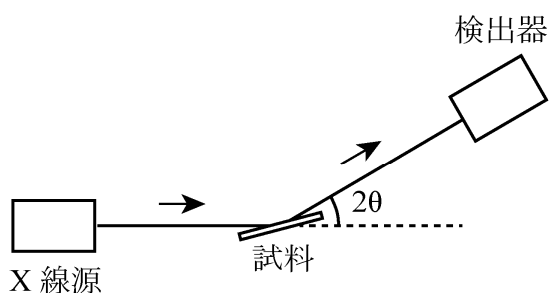
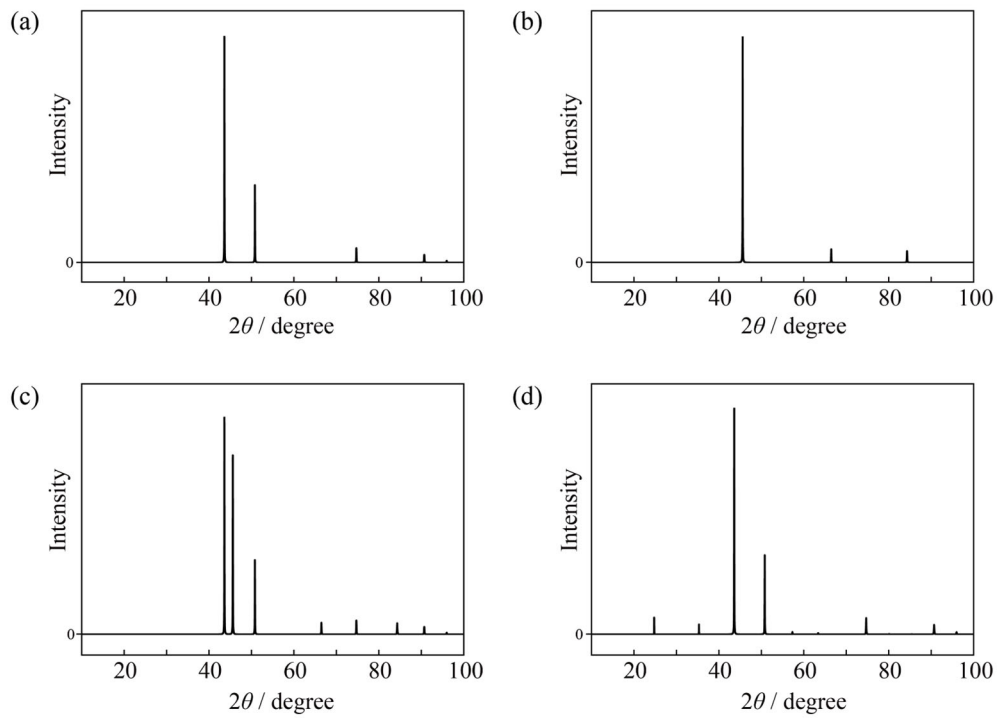

図 4
図 6
(2) 図4に示す配置で波長0.154 nmのX線を用いて γ 相の粉末試料のX線回折測定を行った。 $2\theta = 55^\circ$ よりも低角側に観測されるすべてのBragg反射の 2θ の値を有効数字3桁で求めよ。
- (2) 図4の配置で波長 0.154 nm のX線を用いて粉末試料のX線回折測定を行った。さまざまな条件でA-B二元系合金試料を作製したところ, 図6に示す粉末X線回折パターンを得た。この中から, 以下の2つの条件で合成した試料の粉末X線回折パターンとして適当なものを選び。ただし, 格子定数は α 相と β 相の組成に依存しないとする。